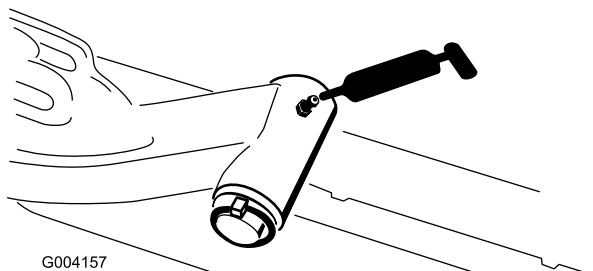

Figure 30
- Axe de pivot des bras de relevage (1 chacun) (Figure 30)